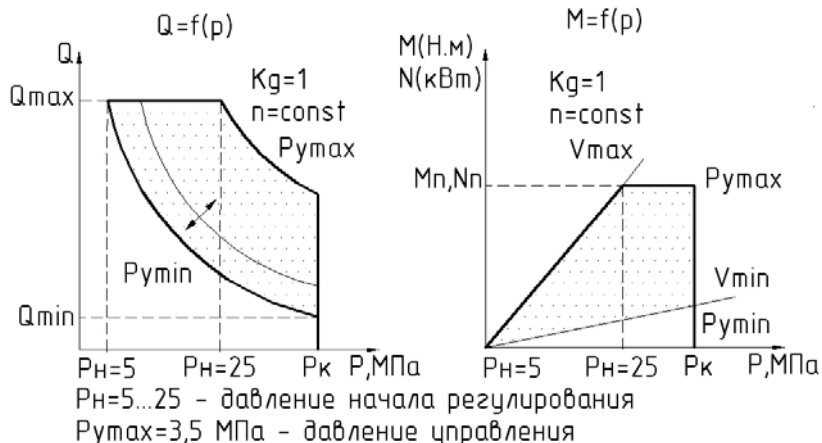

Рисунок 25 – График зависимости подачи  $Q$ , крутящего момента  $M$  и потребляемой мощности  $N$  от изменения давления  $p$ .
- При отсутствии давления управления  $P_y=0$  (рисунок 25) насос находится на минимальном рабочем объеме  $V_{min}$ , обеспечивая минимальную подачу  $Q_{min}$  и потребляемую мощность  $N_{п min}$